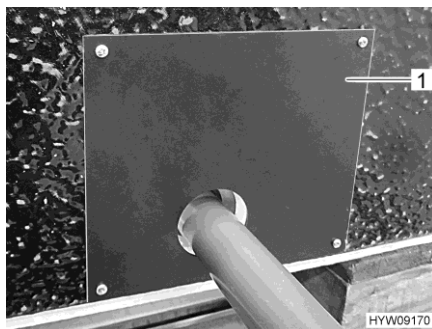

Fig. 163 Couvercle (cuve du réservoir d'eaux usées)
- Retirer le couvercle (Fig. 163,1) de la cuve du réservoir d'eaux usées.
- Mettre le couvercle (Fig. 163,1) en place.